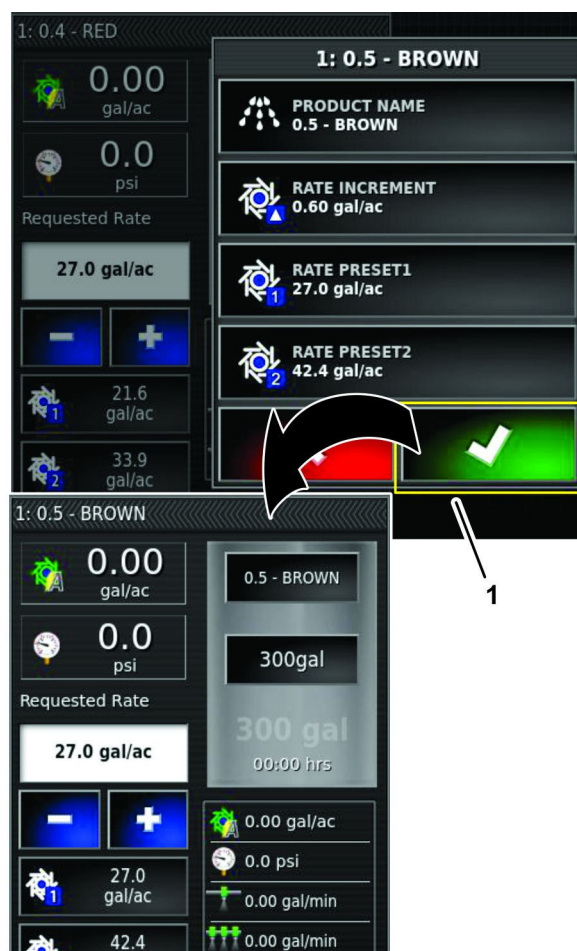

図 158
- D. 薬剤構成ウインドウの中の承認アイコンを押す 図 158。